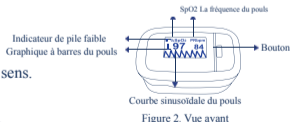

Figure 3. Installation des piles
Étape 1 : Consultez la Figure 3 et insérez les deux piles AAA correctement, dans le bon sens.